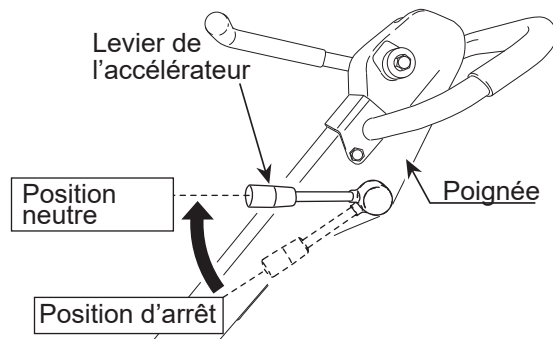

Figure 11. Levier d'accélérateur (position ralenti)
2. Déplacez le levier accélérateur (Figure 11) à la position **ralenti**.
2. Déplacez le levier accélérateur (Figure 11) à la position ralenti.